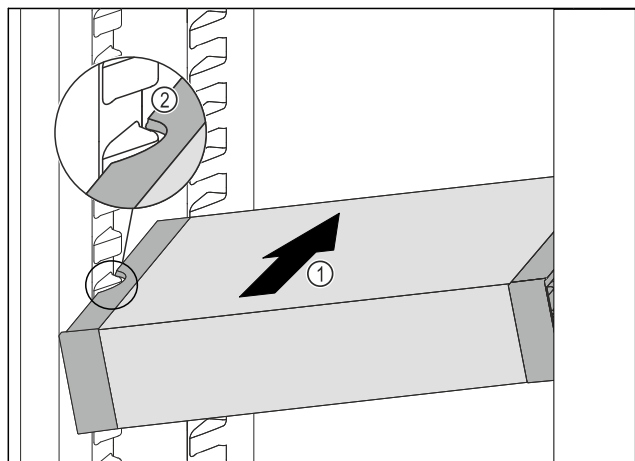

Fig. 41
- ▶ VarioSafe schräg in das Kühlteil einschieben Fig. 41 (1), bis sich die seitlichen Ausparungen Fig. 41 (2) des VarioSafes auf Höhe der Behälterrippe im Kühlteil befinden.